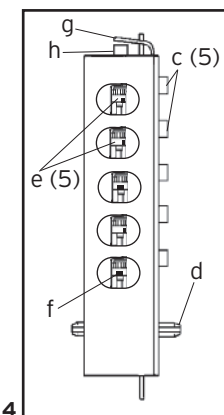

Fig. 4
9. À l'aide de pinces ou l'équivalent, faire pivoter la tige de contrôle (d) anti-horairement pour vider l'alvéole et la relâcher. La glissière de verrouillage (g) doit ressortir (le bouton en-dessous restera enfoncé) (voir la figure 4).
10. Enfoncer la ou les tige(s) de clé(s) désirées (c) dans la combinaison, relâchant chacune après l'avoir enfoncée (voir la figure 4).
11. Une fois tous les chiffres de la nouvelle combinaison enfoncés, à l'aide de pinces ou l'équivalent, faire pivoter la tige de contrôle (d) horairement (voir la figure 4). Le bouton de modification du code (h) sous la glissière de verrouillage (g) doit ressortir (voir la figure 4). La nouvelle combinaison est maintenant réglée.
12. Examiner les pochettes d'engrenage (f). Les chiffres de la nouvelle combinaison ne doivent pas être situés à la ligne de cisaillement (position ouverte) (voir la figure 4).